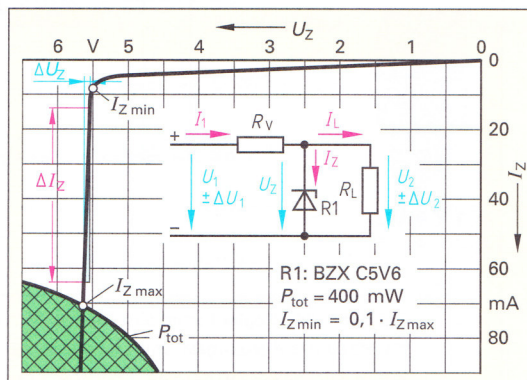

Bild 3: Z-Diode (Kennlinie und Schaltung)
2. Eine einfache Schaltung zur Spannungsstabilisierung kann mithilfe einer Z-Diode (**Bild 3**) aufgebaut werden. Welche Aussagen können Sie über das Betreiben und über die Daten der Z-Diode nach **Bild 3** angeben?
3. Vergleichen Sie alle Ströme im **Bild 3**. Welchen Nachteil hat die Schaltung mit der Z-Diode bezüglich des Laststromes I_L ?